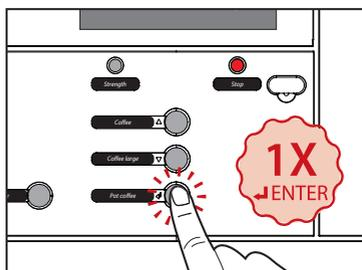

Fig. 6
5. Appuyez sur **ENTER** pour continuer la procédure de nettoyage (voir Fig. 6). L'écran affiche : **REMOVE AND CLEAN MIXING TRAY** (Passez à la page suivante).